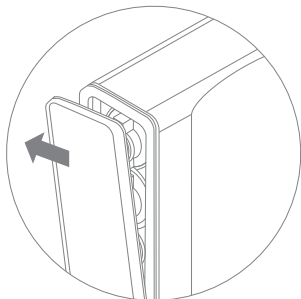

Рис. 11
4. Снимите лицевую панель с фильтра (рис. 11).